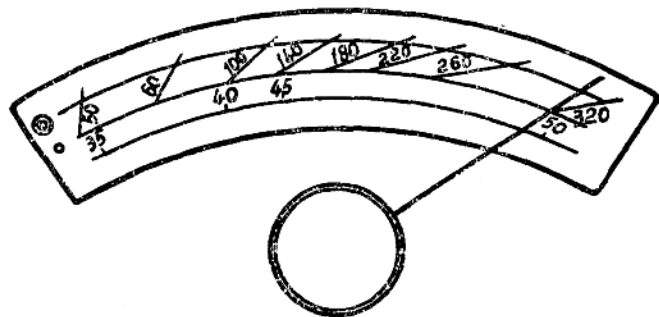

图 1-13 DP320 型电焊机电流刻度板
(2) 细调节。转动手轮改变电阻大小,来调节焊接电流。连接板在实线位置时,看刻度板外圈数字如图 1-13 所示。连接板在虚线位置时,看刻度板内圈数字。